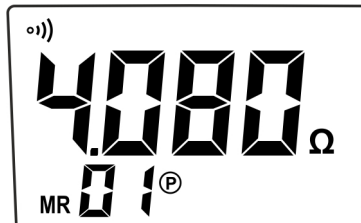

Fig. 29: Rellamada de los datos en el visualizador
2. Pulse de forma prolongada (>2s) la tecla **MEM** para encender en el área de memoria. El instrumento muestra el último dato guardado en memoria y el símbolo "MR" (ver la Fig.29)